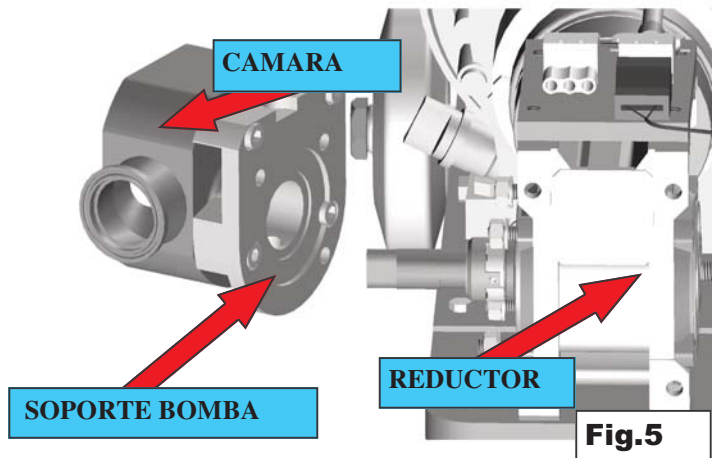

Fig.5
Un Operador controlará la palanca de la pistola y otro Operador controlará el interruptor **B**. Fig.5
5. Desconecte los dos conectores situados detrás de la varilla de la caja **Fig.5**
6. Desatornille los dos tornillos que fijan el soporte en la base **Fig.5**
3. Desconecte la cámara con su respectivo soporte de la el reductor. **Fig. 5**